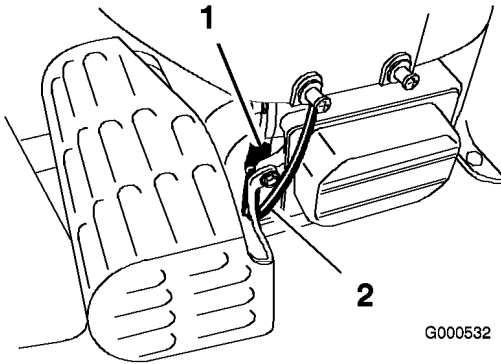

Figure 28
2. Débranchez le fil de la bougie (Figure 28).
3. Reconnectez le fil à la bougie (Figure 28).